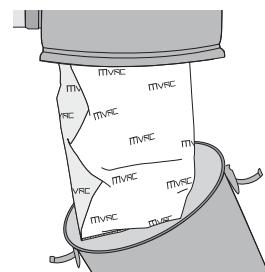

figura 13
1. Para acceder a la bolsa, suelte los dos enganches y retire el tanque del aparato. (**figura 13**).